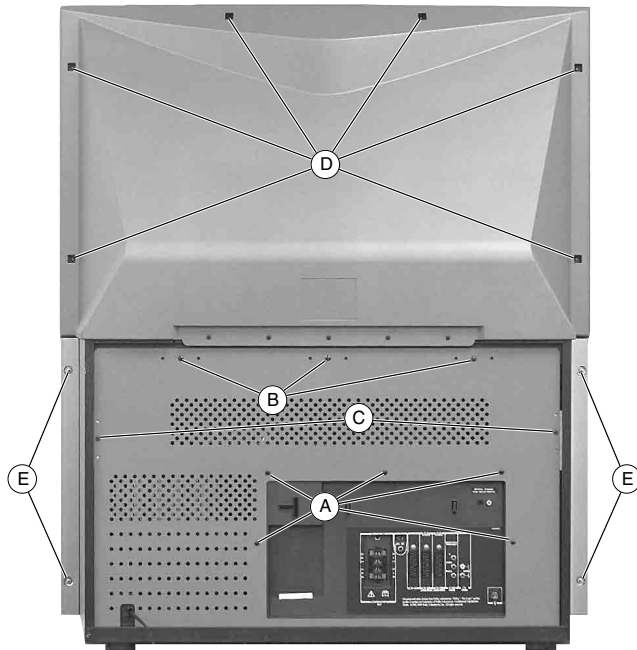

Fig. 1
- 5 Schrauben (A), 3 Schrauben (B) und 2 Schrauben (C) herausdrehen (Fig. 1).
- 6 Schrauben (D) (Fig. 1) herausdrehen und Projektionsschirm abnehmen.
- 4 Schrauben (E) (Fig. 1) herausdrehen und Lautsprechergitter abnehmen.
- Undo the 5 screws (A), 3 screws (B) and 2 screws (C) (Fig. 1).
- Undo the 6 screws (D) (Fig. 1) then remove the projection screen.
- Undo the 4 screws (E) (Fig. 1) then remove the loudspeaker grille.